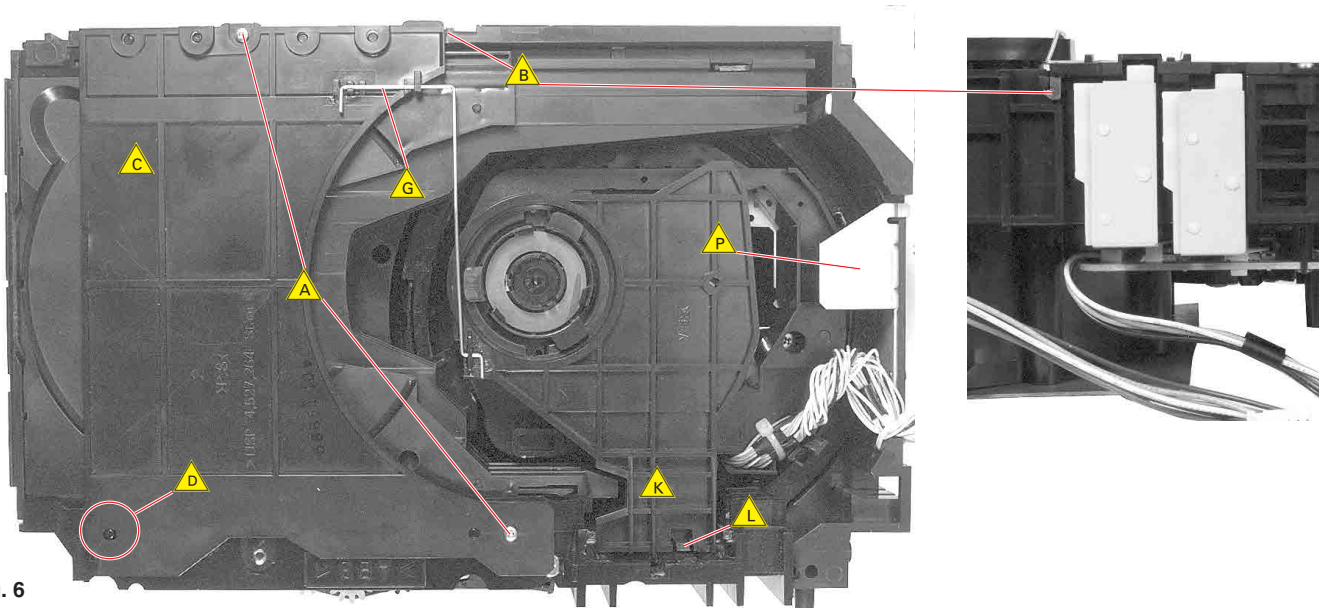
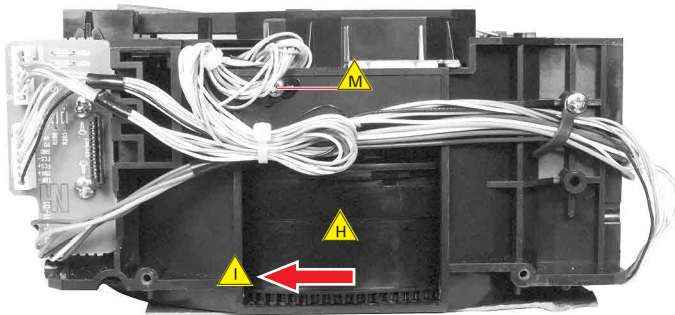
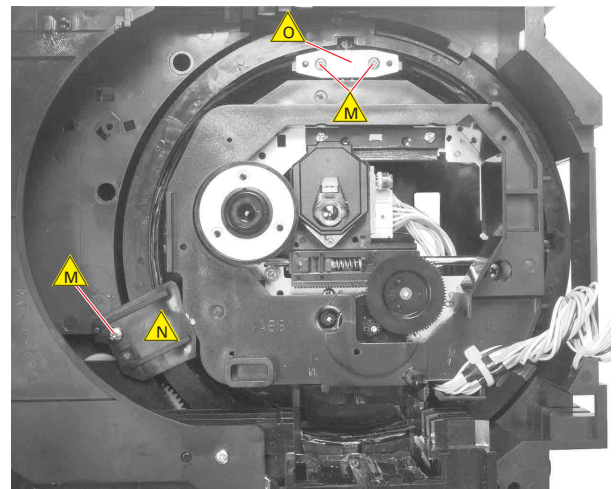

Fig. 6
Fig. 10
Fig. 11
- 2 Schrauben  $\triangle A$  (Fig. 6) herausschrauben.
- Rastnase  $\triangle B$  (Fig. 6) ausrasten und Abdeckung  $\triangle C$  (Fig. 6) anheben.
- Abdeckung  $\triangle C$  (Fig. 6) an Fixierung  $\triangle D$  (Fig. 6) aushängen und abnehmen.
- Undo 2 screws  $\triangle A$  (Fig. 6).
- Disengage notch  $\triangle B$  (Fig. 6) and lift cover  $\triangle C$  (Fig. 6).
- Unhook cover  $\triangle C$  (Fig. 6) at fixing point  $\triangle D$  (Fig. 6) and remove.
- Feder  $\triangle_G$  (Fig. 6) austrasten und abnehmen.
- Steuerrad  $\triangle_H$  (Fig. 10) von Hand auf Anschlag in Richtung  $\triangle_I$  (Fig. 10) drehen.
- Rastung  $\triangle_L$  austrasten (Fig. 6) und CD-Halter  $\triangle_K$  (Fig. 6) ca. 1 cm nach oben ziehen.
- 4 Schrauben  $\triangle_M$  (Fig. 10/11) herausschrauben und die drei Halter  $\triangle_N$ ,  $\triangle_O$  (Fig. 11) und  $\triangle_P$  (Fig. 6) herausnehmen.
- Unhook spring  $\triangle_G$  (Fig. 6) and remove.
- Turn the cam wheel  $\triangle_H$  (Fig. 10) to its stop in direction  $\triangle_I$  (Fig. 10) by hand.
- Disengage notch  $\triangle_L$  (Fig. 6) and pull off the CD holder  $\triangle_K$  (Fig. 6) for about 1 cm.
- Undo 4 screws  $\triangle_M$  (Fig. 10/11) and remove 3 holders  $\triangle_N$ ,  $\triangle_O$  (Fig. 11) and  $\triangle_P$  (Fig. 6).